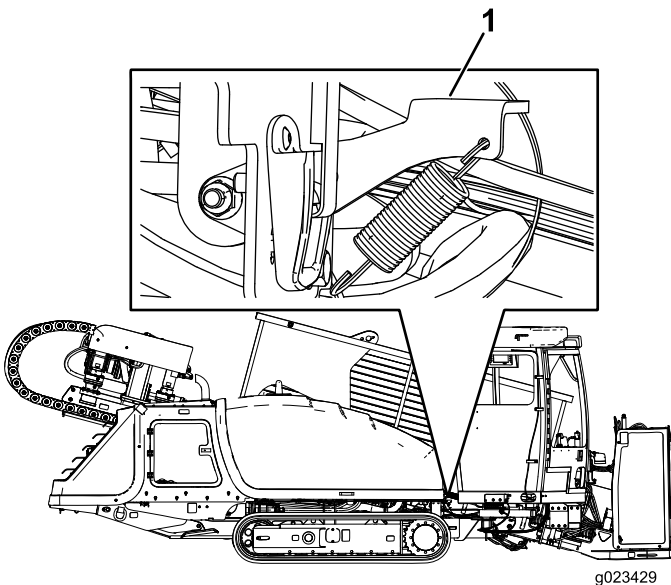
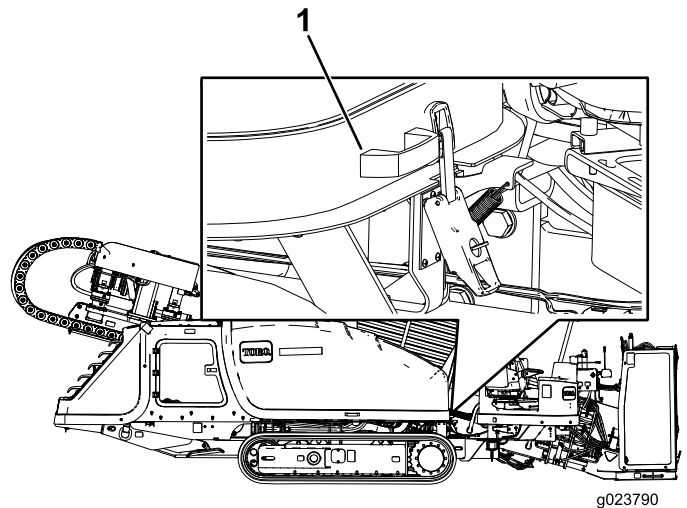

Figura 99
Figura 100
3. Tire hacia abajo del cierre del capó, según se muestra en (Figura 99).
4. Mantenga el cierre del capó (Figura 99) levantado y tire del asa, según se muestra en Figura 100.